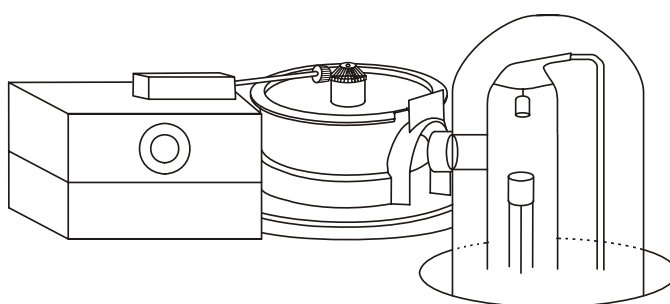

Fig. 8 Camera di Debye-Scherrer con motorizzazione
- Se necessario, collocare anche la motorizzazione (U19202) come indicato in Fig. 8. A tal fine, inserire il rispettivo connettore nel jack da 4 mm. Verificare che le ruote dentate coniche funzionino correttamente. Utilizzando la chiave per viti a esagono cavo in dotazione, è possibile modificare la posizione della ruota conica del motore sull'asse.